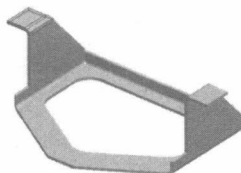
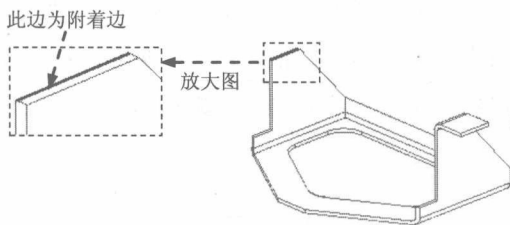

图 1.16 弯边特征 2
图 1.17 定义附着边
Step13. 创建图 1.16 所示的弯边特征 2。单击功能选项卡工具栏中的“弯边”按钮；选取图 1.17 所示的模型边线为附着边；在“弯边”工具条中单击“全宽”按钮；在距离：文本框中输入值 35，在角度：文本框中输入值 90，单击“内部尺寸标注”按钮和“折弯在外”按钮；调整弯边侧方向向外，如图 1.16 所示；各选项采用系统默认设置；单击按钮，完成特征的创建。